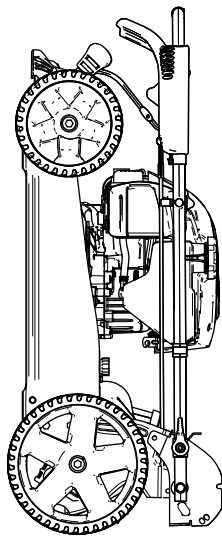

Figure 22
6. Soulevez l'avant de la machine par le guidon et amenez-la jusqu'au lieu de rangement (Figure 22).